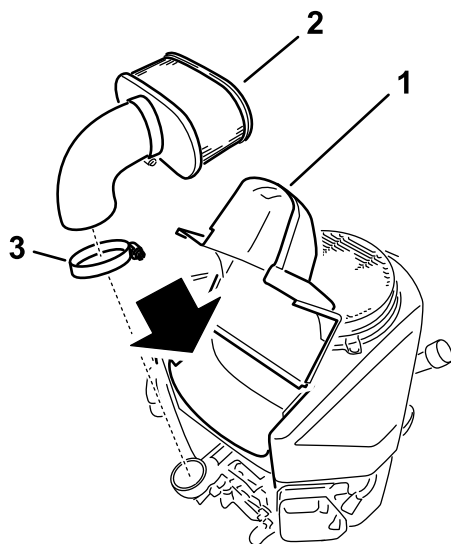

Figura 38
4. Solte o dispositivo de abraçadeira de tubos e retire o elemento de papel (Figura 38).